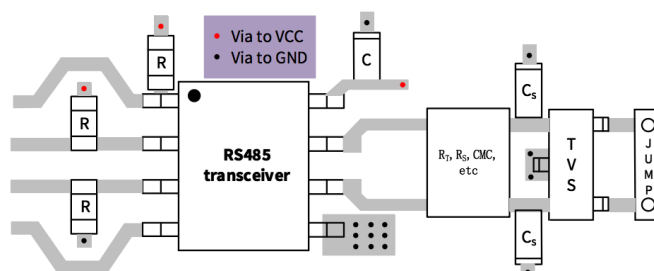
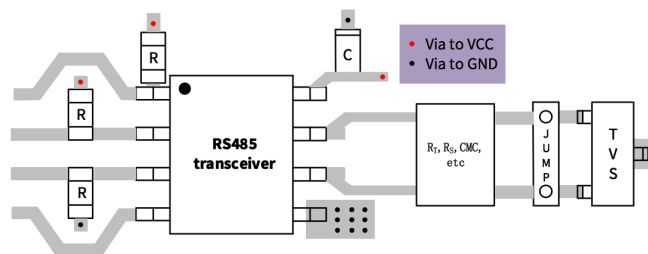
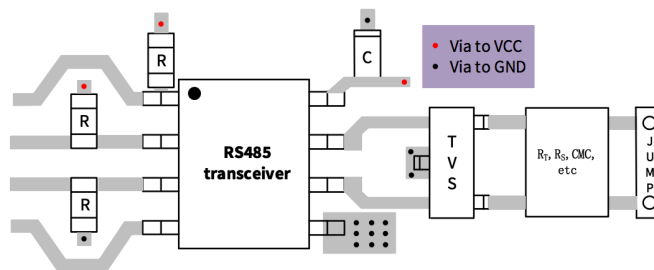

图1.2 合理PCB Layout示意图
图1.3 TVS不合理摆放位置一示意图
图1.4 TVS不合理摆放位置二示意图
1.TVS建议放到总线端口附近，同时保证TVS位于接插件与芯片之间。这是为了当外部发生静电事件时，可以第一时间被TVS泄放而不进入系统板中(如系统考虑浪涌防护，则浪涌防护器件放在最靠近端口位置，再放置TVS)。图1.2为TVS合理摆放位置示意图，图1.3和图1.4为常见不合理摆放位置示意图。
2. 芯片VCC引脚需要增加一个100nF的旁路电容用于滤除高频噪声。建议100nF电容离芯片引脚尽可能近且与芯片在同一面，同时需要注意走线尽量保证过孔在电容前以保证供电信号最后经过电容滤波给到芯片，如图1.2所示为VCC电容合理layout示意图。此外，如果实际PCB板上供电走线到芯片VCC引脚较长，建议在芯片引脚增加一个 μF 级别电容来稳压。
5. 芯片GND引脚附近建议放置一些GND过孔，减少GND回路，如图1.2所示。
6. 建议单端对地电容 C_s 放在TVS后，如图1.2所示。